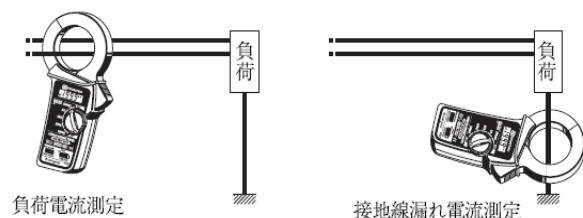

图 3、普通测量
- 频率切换开关 (9) 可选择 50/60Hz 和“WIDE”两种频率范围。如需了解详情, 请参考 5-4 频率切换开关的使用方法。
- (1) 将功能/量程开关 (5) 设置在适当位置。请勿输入超过量程规定的最大允许电流值。
(2) 普通测量时, 只须打开钳口扳手夹在一根导线上, 请将导线置于闭合钳形传感器的中央位置。显示测试电流值。(测量接地泄漏电流或微小电流时, 也可采用此方法(图 3 所示))